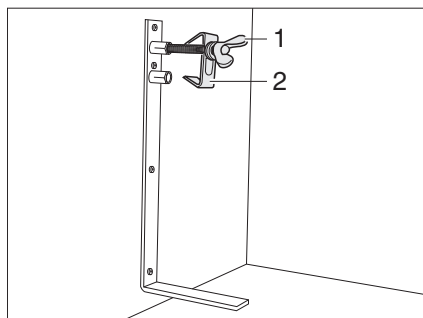

Fig. 186 Etrier de roue de secours
- Desserrer la vis (Fig. 186,1) et l'enlever avec le centrage (Fig. 186,2).